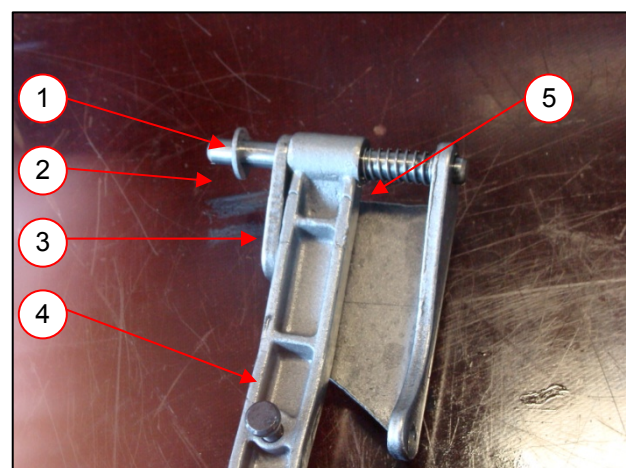

Рис. 3.122 – Порядок установки деталей на ось двуплечего рычага
9. Установить двуплечий рычаг в крышку регулятора, установив между крышкой и рычагом дистанционную шайбу (поз. 1 рис. 3.122).
10. Установить (рис. 3.122) рычаг регулятора (4) в крышку, пропустив его под валом рычага управления. После чего надеть его верхнюю часть на ось (2) двуплечего рычага (3). Установить компенсационную пружину (5).